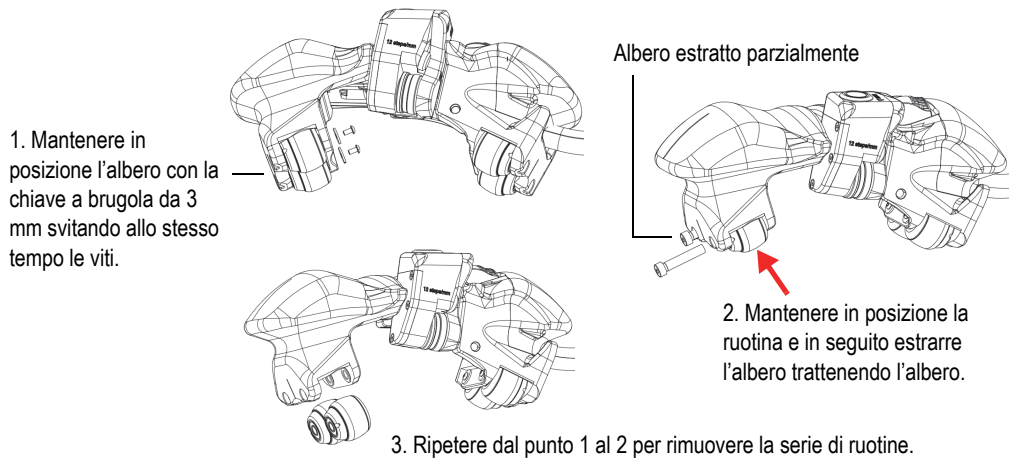

Figura 5-1 Sostituzione di una ruotina
1. Usare una chiave a brugola da 3 mm per mantenere in posizione l'albero e una chiave a brugola da 2 mm per rimuovere la vite dalla ruotina che si vuole sostituire (vedi Figura 5-1 a pagina 49).